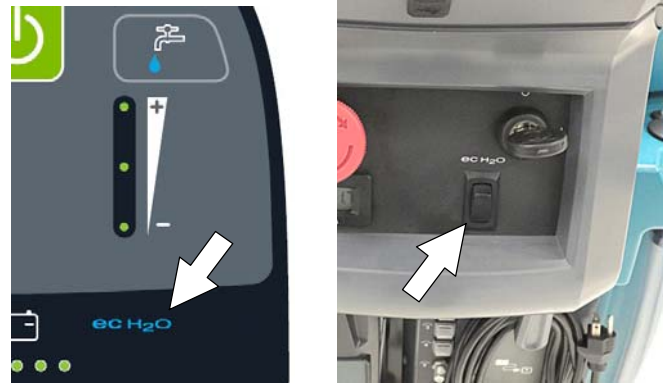

ABB. 35
3. ec-H2O-Modelle – The ec-H2O-System wird beim Schlüsselstart automatisch eingeschaltet. Die ec-H2O-Anzeige erscheint im Bedienfeld und weist darauf hin, dass das System aktiviert ist (Abbildung 35).
ACHTUNG: Bei herkömmlichen Schrubbverfahren mit Reinigungsmitteln im Lösungstank müssen Sie sicherstellen, dass das ec-H2O-System abgeschaltet ist, indem Sie die ec-H2O-Taste betätigen (Abbildung 35). Wenn das Reinigungsmittel unabsichtlich durch das ec-H2O-System gelaufen ist, wird ein Systemfehler auftreten. Um den Fehler zu beheben muss der Lösungstank geleert, klares Wasser hinzugegeben und das ec-H2O-System zum Aufheben des Fehlers betrieben werden. Wenn der Fehler erneut auftritt, wiederholen Sie diesen Schritt, bis der Fehler behoben ist. Siehe SERVICEANZEIGECODES für weitere Einzelheiten.